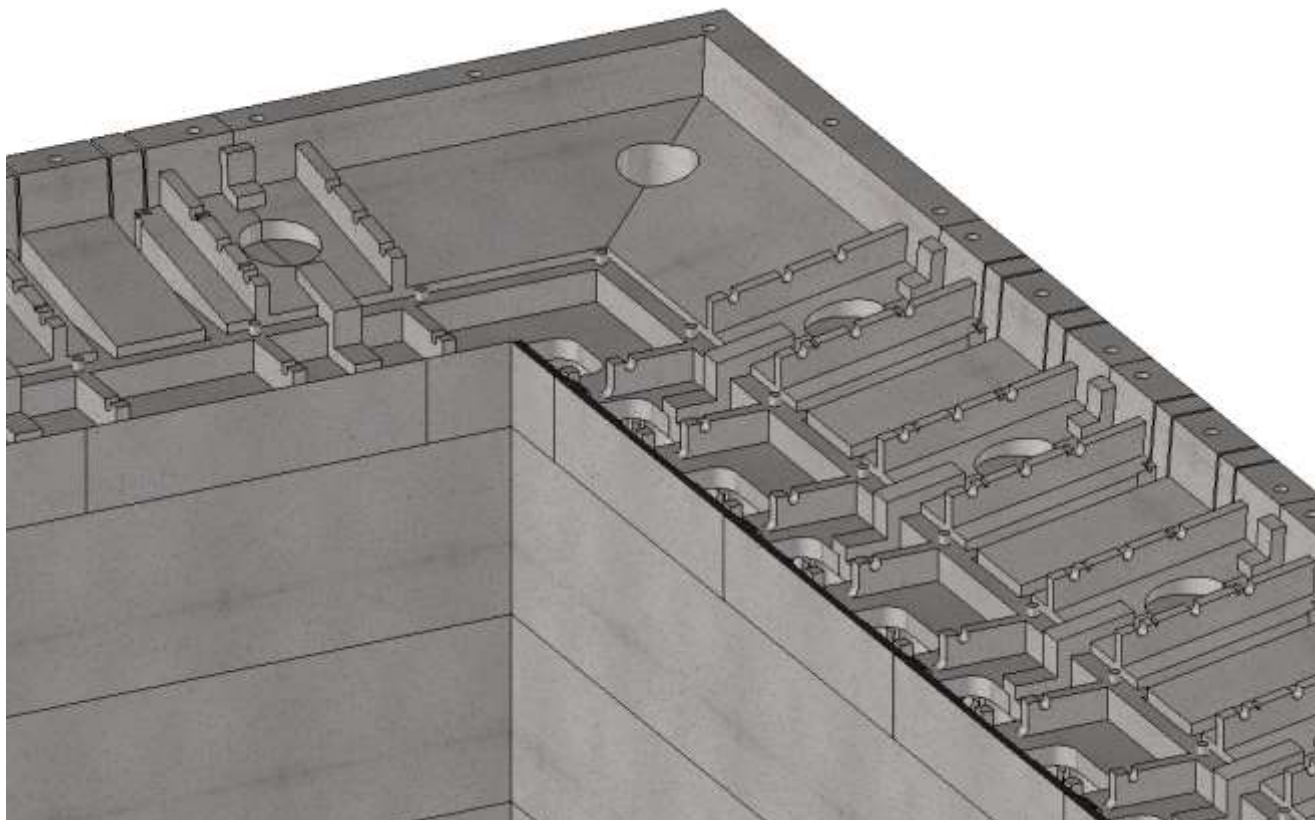

Figure 6 : Finition du bassin
- Mettre le dernier module droit, en le faisant passer sous le recouvrement du premier module d'angle, qui n'a pas été enfoncé dans le bloc (Figure 6).